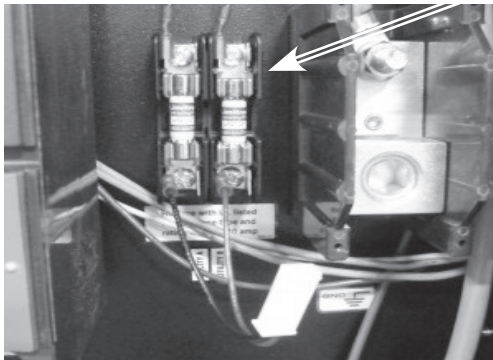

Figura 7
3. En el bloque de fusibles dentro del generador, conecte cada cable del adaptador en los terminales espada debajo de cada fusible (flecha, Figura 7).